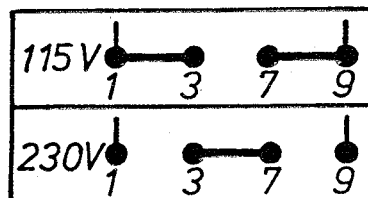

Fig. 2. Anschlussschaltbild für die verschiedenen Netzspannungen
- die Transformatoranschlüsse entsprechend dem Schema (Abb. 2) umlöten.